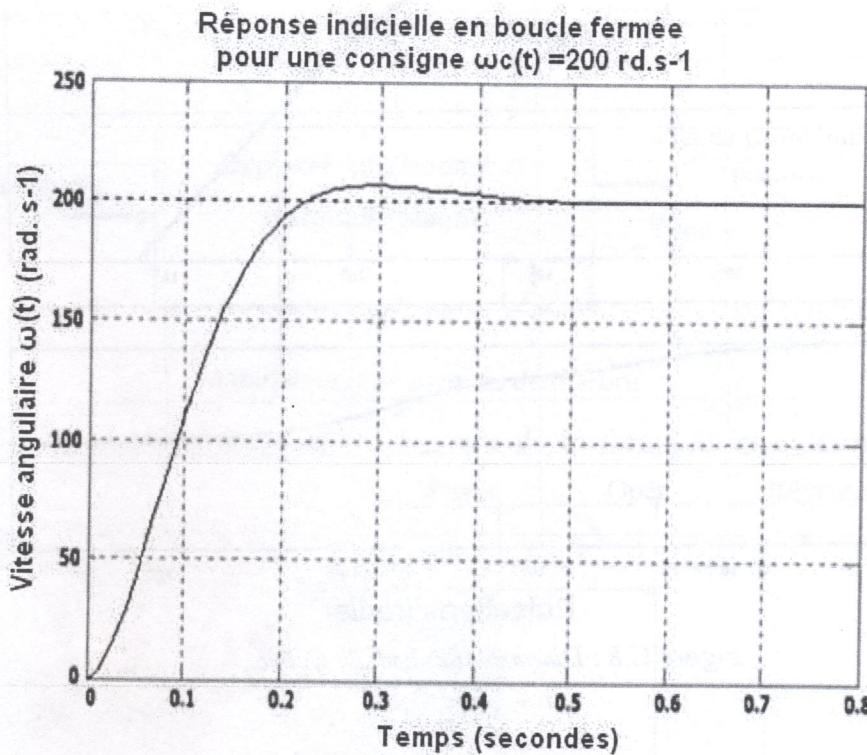

Figure C.7 : Réponse indicielle du système en boucle fermée à un échelon  $\omega_c(t) = 200 \text{ rad.s}^{-1}$ .
C.2.5.1- La courbe de la figure C.7 présente la réponse indicielle du système en boucle fermée à un échelon  $\omega_c(t) = 200 \text{ rad.s}^{-1}$  pour les paramètres du correcteur calculés aux questions C.2.4.1.2. et C.2.4.2.2.